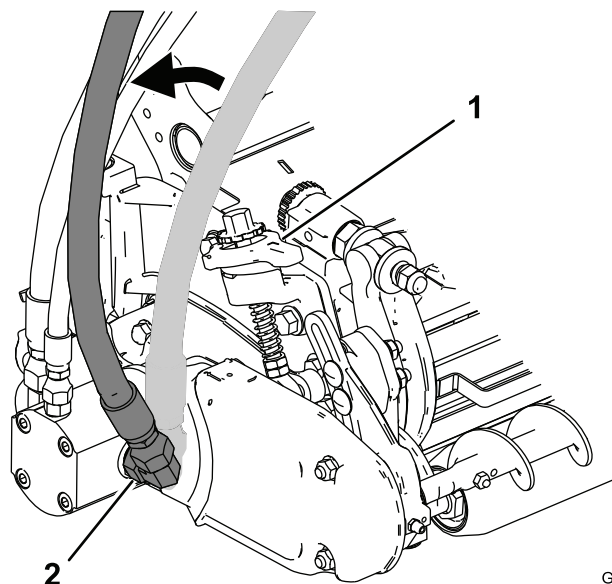

Bild 17
1. Lösen Sie die Mutter an der Befestigung, mit der der hintere Hydraulikschlauch am Spindelantriebsmotor befestigt ist (Bild 17).
2. Drehen Sie den Schlauch so lange von der Maschine weg, bis er die Bewegung des Express-Hubhebels nicht mehr behindert (Bild 17).